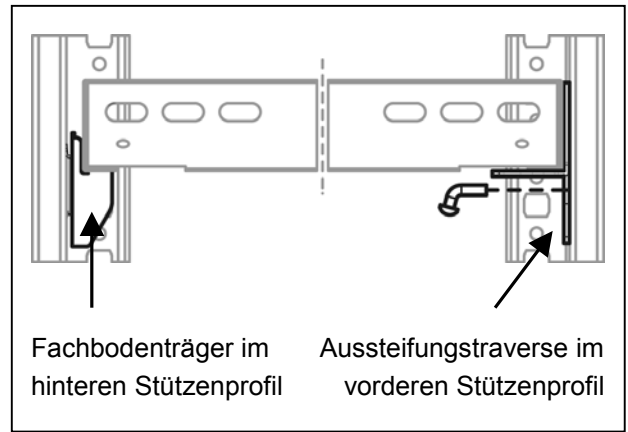

Abb. 3
- 2.3 In die hinteren Stützprofile je zwei Fachbodenträger eine Lochung tiefer als die Traversenoberkante einhängen (Abb. 3).